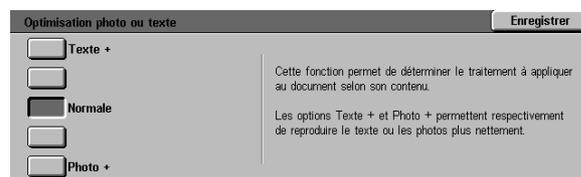

Figure 50 : Paramètres Optimisation texte ou photos
- Pour le paramètre Réglage de la trame, appuyez sur la touche correspondant à l'option voulue (figure 50).